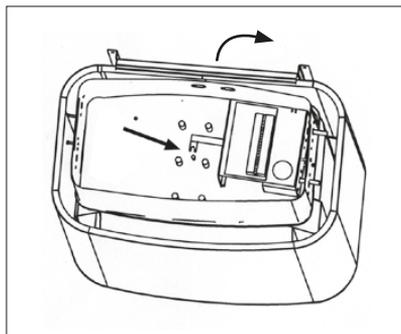

Figure 4.
- Dévissez la vis de fixation reliant la résistance centrale et le terminal qui se trouve au bas de la boîte de jonction. Cela vous permettra de tourner la patte du terminal sur le côté depuis le dessous de la vis (Figure 4).